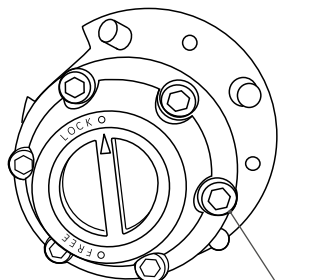

Рис. 3
2. Выкрутите 6 болтов крепления хабса [10] и снимите хаб [4] со ступицы [3]. (Рис.3)